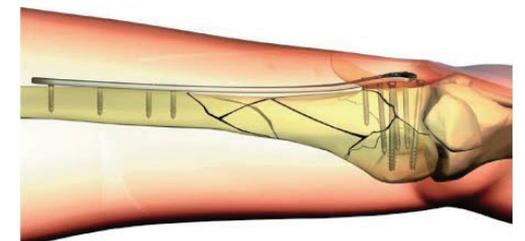

Fig. 15
4. Use el destornillador limitador de torque para ajustar finalmente, e inserte otros tornillos con los mismos procedimientos (Fig.15).